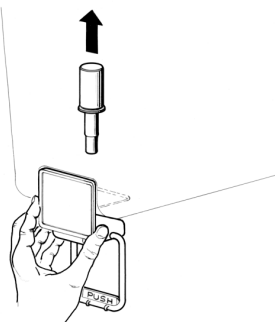

figura 3
- 6 **Rubinetto a gravità:** sfilare il pistone e quindi smontare la leva comando rubinetto (vedere figura 3).